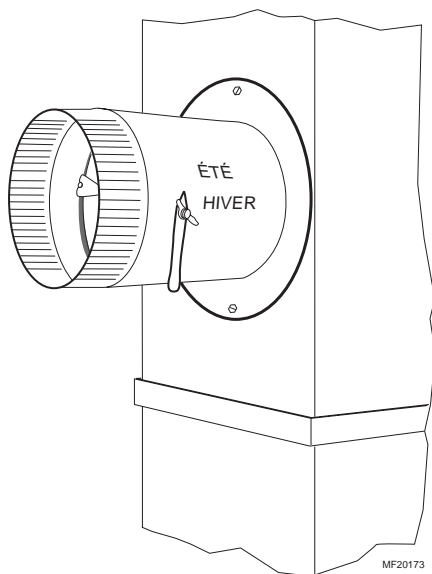

Fig. 6. Installation du collet de raccordement.
11. Assembler le registre de fermeture pour l'été dans le collet de raccordement. Vérifier si le registre passe facilement de la position ouverte à la position fermée. S'assurer que la poignée est accessible. Indiquer que la position fermée correspond à Été et la position ouverte, à Hiver. Voir la Fig. 6.